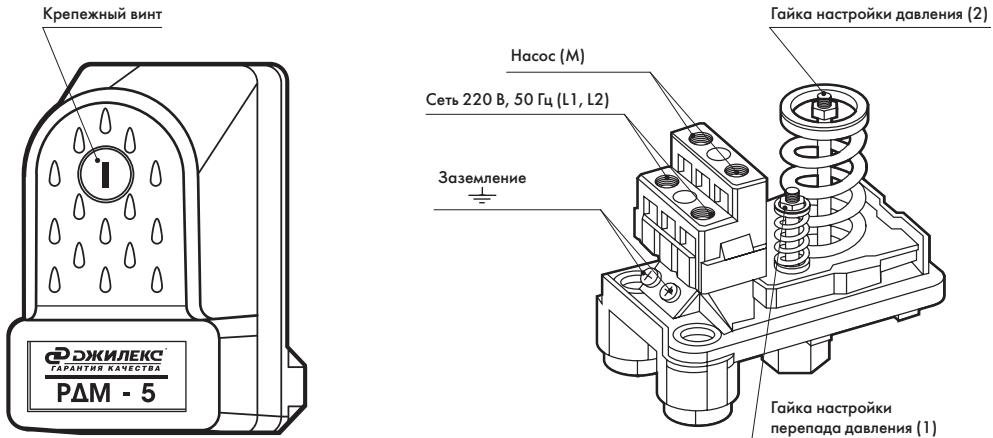

Рисунок 3
- отвинтить крепежный пластмассовый винт (рисунок 3), снять крышку реле.
Регулировка верхнего и нижнего предела давления РДМ-5 осуществляется гайкой (2), фиксирующей положение пружины (рисунок 3). Чтобы увеличить значение верхнего и нижнего предела давления, необходимо закручивать гайку по часовой стрелке.
**ВНИМАНИЕ!** При вращении гайки (2) значения верхнего и нижнего пределов будут изменяться на одинаковую величину.
Гайка (1) предназначена для регулировки перепада давления путем изменения нижнего предела (рисунок 3). Чтобы увеличить перепад давления, необходимо отвернуть гайку против часовой стрелки, тем самым ослабив пружину. Чтобы уменьшить перепад давления, необходимо закручивать гайку по часовой стрелке.